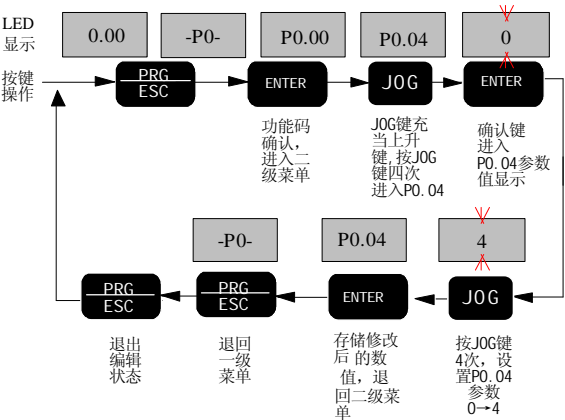

图 3-9 按键参数编辑操作示例
- I 编程状态下：**JOG** 为上升键、**↺** 为下降键，持续按 **JOG** 键或 **↺** 键 2s 连续增减功能有效（操作示例见图 3-9：将运行命令控制方式设定 P0.04=0：键盘控制 更改为 4：串行通讯）